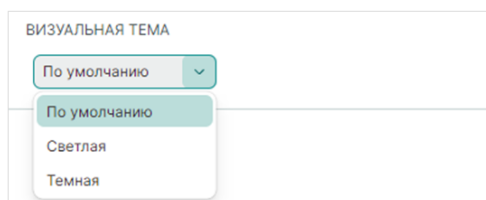

Рис. 88 Выбор визуальной темы
1. Выберите предпочтительное оформление из выпадающего списка в поле «Визуальная тема», см. Рис. 88;